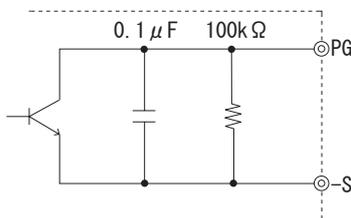

図3.9 PG端子の内部回路
3.8 パワーグッド (PG)
■ パワーグッド (PG) を用いることで、電源の正常動作、異常動作をモニターすることができます。正常動作時は“L”、動作停止時は“H”となります。
① 出力電圧が定格出力電圧の20%以下、または、設定した出力電圧の60%以下に低下した場合、PG信号は“H”となります。
② 定電流動作中は、出力電圧に依存せずPG信号は“L”になります。
■ PG回路の構成・仕様は、表3.2、図3.9のようになります。